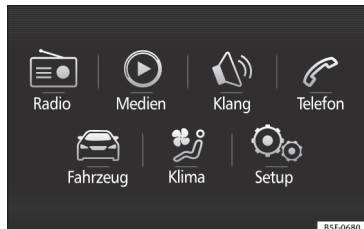

Fig. 40 Easy Connect : hovedmenu
- Tryk på systemknappen **MENU** og efterfølgende funktionsfladen **Fahrzeug** (bil) » Fig. 40 eller på systemknappen **CAR** for at komme ind i menuen **Fahrzeug (bil)** » Fig. 41.